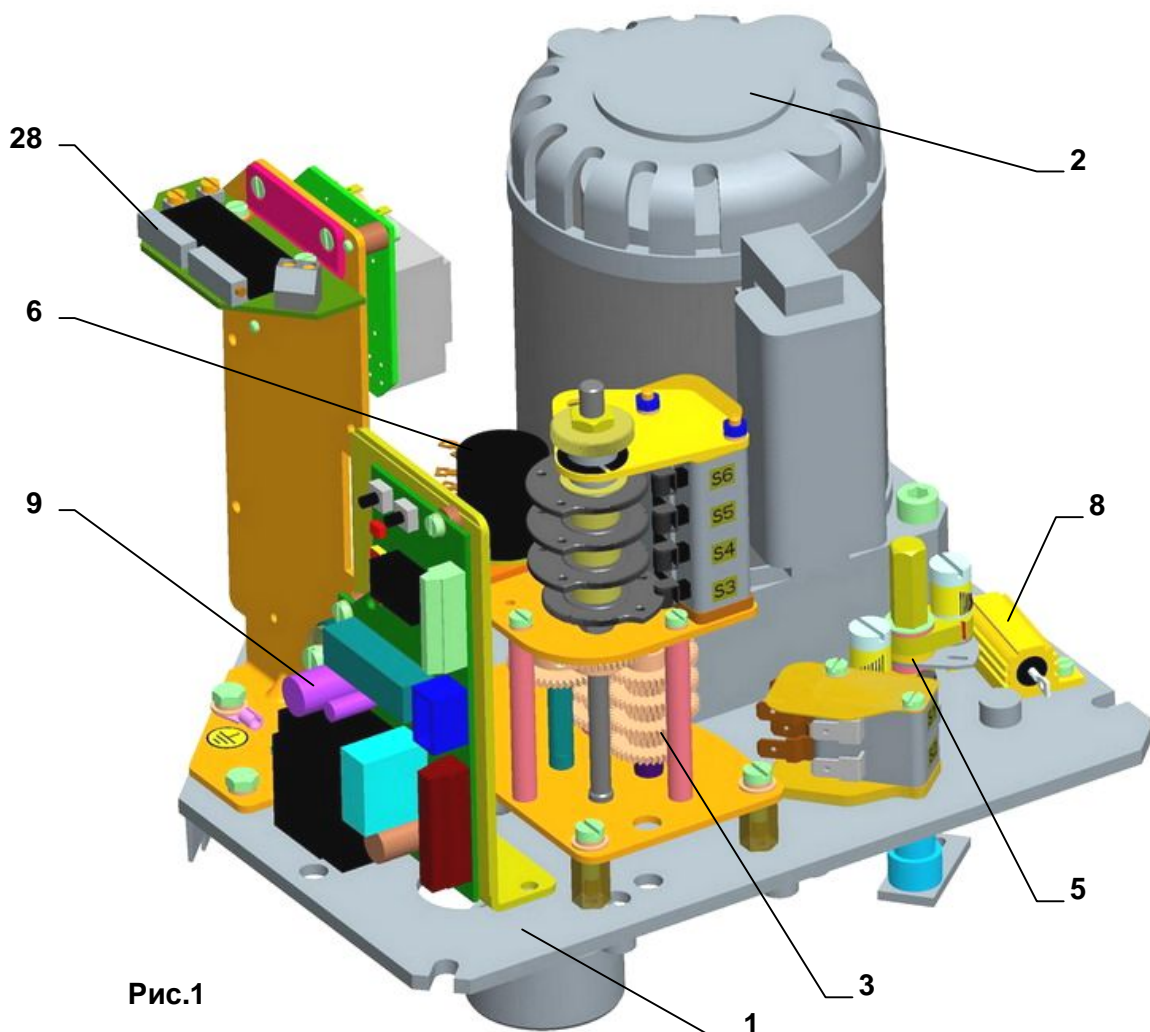

Рис.1
**Управляющая часть (Рис. 1)** размещена на доске управления (1), которая содержит:
- электродвигатель (2) (при однофазном с конденсатором)
- моментный узел (5) (управляемый аксиальным сдигом резьбонарезного станка)
- узел положения и сигнализации (3)
- датчик положения (6) (сопротивления, емкостный или электронный датчик положения )
- нагревательное сопротивление с термическим выключателем (8).